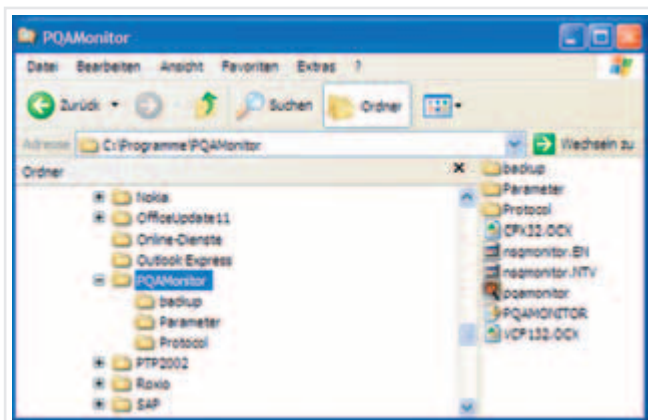

Bild 30 PQAMonitor.ini im Unterverzeichnis PQAMonitor
- Aufruf der Datei „PQAMonitor.ini“ im Unterverzeichnis <PQAMonitor> mittels Doppelklick auf linke Maustaste (Bild 30).